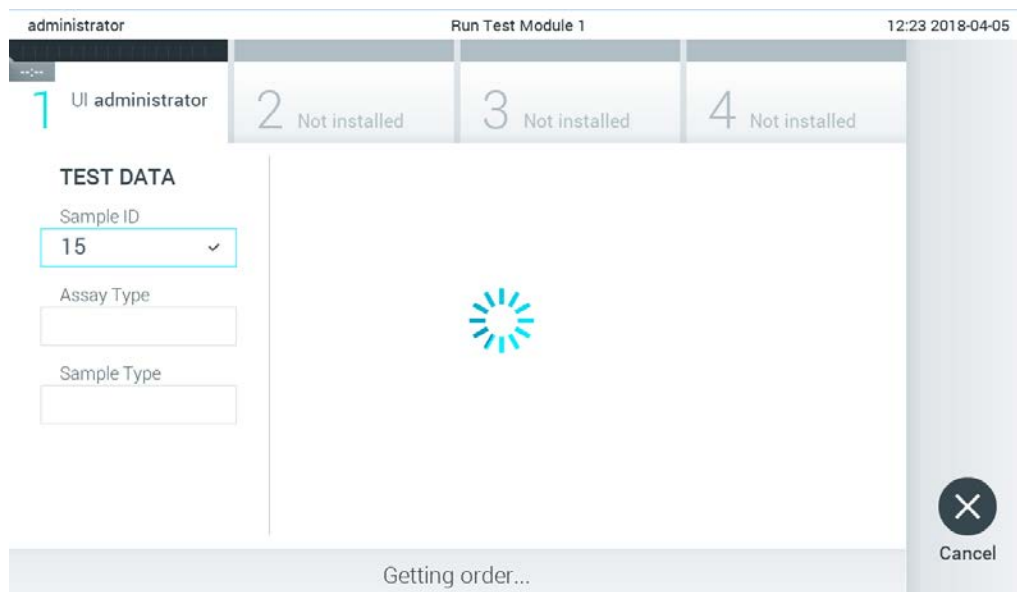

Figura 82. Afișaj în timpul regăsirii comenzii de testare.
3. ID-ul probei va fi trimis către gazdă și, în timp ce QIAstat-Dx Analyzer 1.0 așteaptă o comandă de testare, se afișează mesajul „Getting order...” („Se obține comanda...”) (Figura 82).